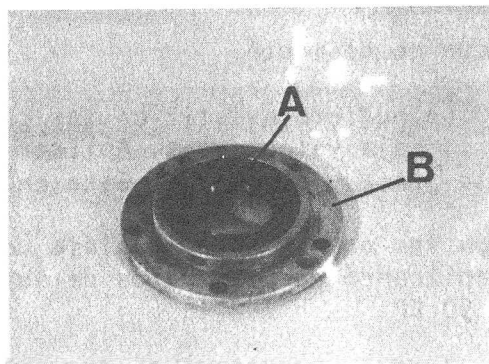

Fig. C1-95 Desmontaje porta-retén
- 1.6. Extraer el retén, A (Fig. C1-95) deteriorado.